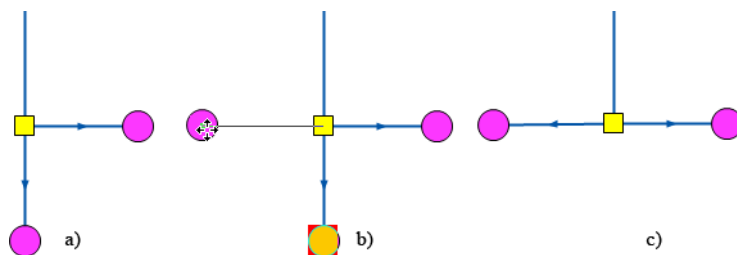

Рисунок 6.1. Перемещение объекта с сохранением связи
3. Нажать левую клавишу мыши и, не отпуская ее, начать перемещение (смотрите Рисунок 6.1, «Перемещение объекта с сохранением связи» b).
5. Отпустить левую клавишу мыши, для завершения перемещения (смотрите Рисунок 6.1, «Перемещение объекта с сохранением связи» c).